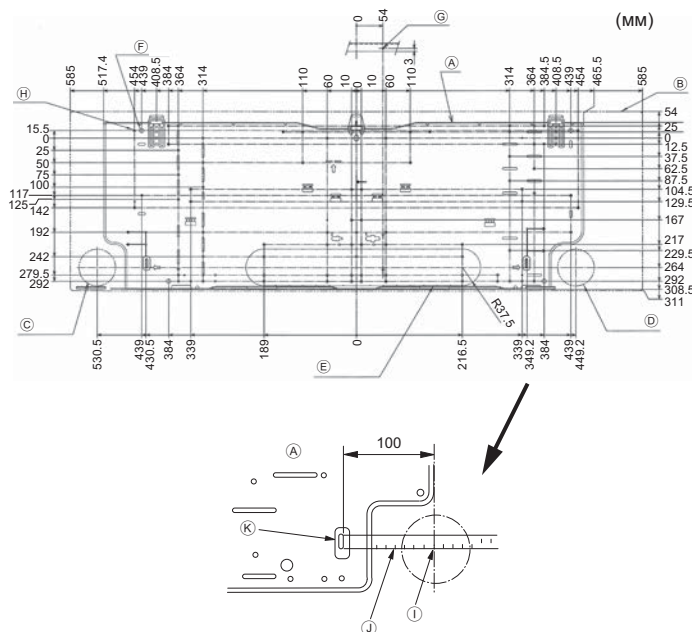

Рис. 3-2
■ PKFY-P-VKM-E (Рис. 3-2)
- А Монтажная плита ①